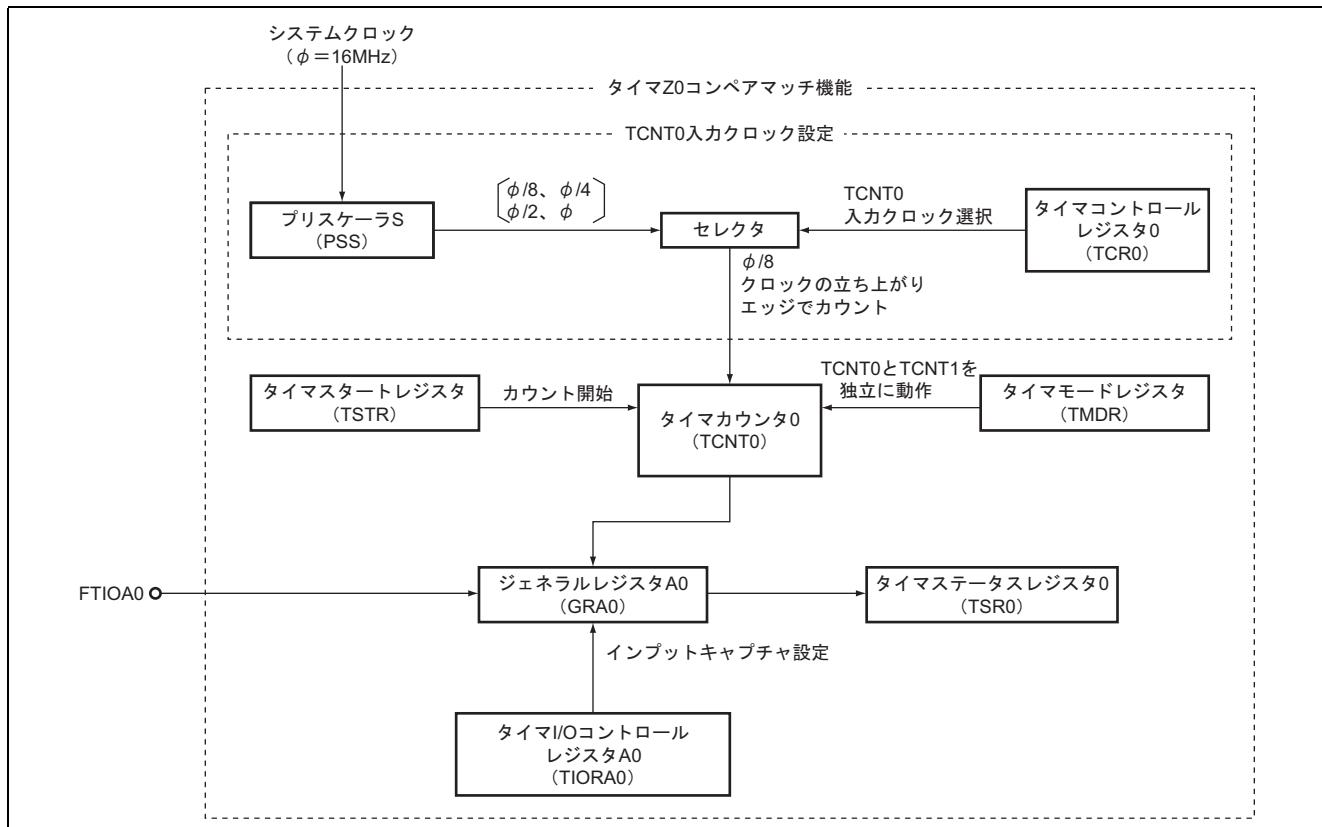

図 2.1 タイマ Z0 のブロック図
1. 本タスク例では、タイマ Z のインプットキャプチャ機能を動作します。インプットキャプチャ機能のブロック図を図 2.1 に示します。以下にタイマ Z インプットキャプチャ機能のブロック図について説明します。